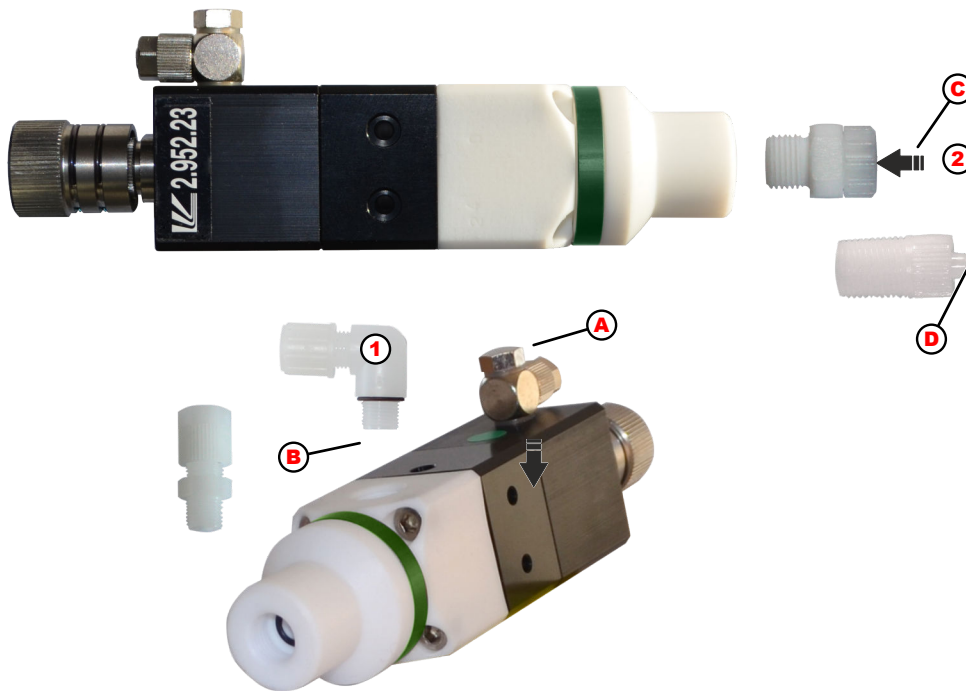

Abb. 1: EP und EP-FD Dosierventile 295218, 295219, 295223: Anschlüsse Produkteingang und -ausgang (Abb. exemplarisch mit Ventil 295223)
2. ➤ Winkel-Verschraubung (Abb. 1, Pos. 1/A) aus der Verpackung nehmen.